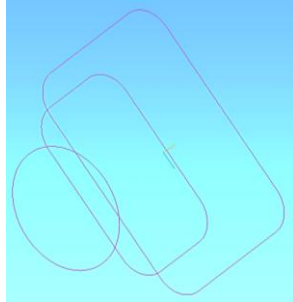

Рис.5 – Побудова ескізів
1. Побудувати дві зміщені площини відносно координатної площини ZX: наприклад, перша – на відстані 20 мм, друга –50 мм від координатної площини. У всіх трьох площинах побудувати відповідні ескізи (Рис.5).